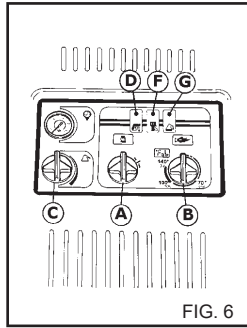

FIG. 6
Girar el botón del termostato "B" (fig. 6) hasta la posición vapor, se obtendrá de este modo un aumento de la temperatura del agua en salida.
**Al finalizar a utilización de la "Fase Vapor", girar el botón del termostato "B" hasta la posición "0" (fig. 6), dejar enfriar el aparato durante unos 3 minutos con la pistola abierta.**